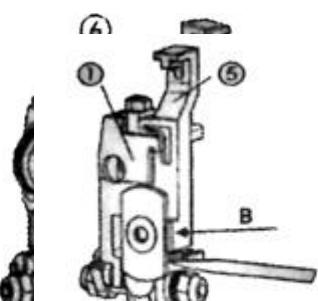
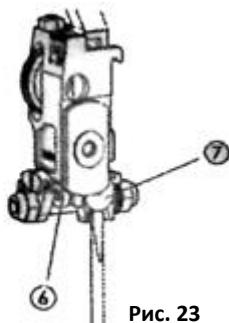

Рис. 21
Рис. 23
- Поворот или замена плоского ножа (Рис.21)
- ослабить крепежный винт (9).
- поверните нож для смены используемого края (8) и затяните крепежные винты (9).
- Замена дискового лезвия (Рис.21)
- ослабьте винт (6), затем снимите дисковое лезвие (7)
- Регулировка дискового ножа. (Рис. 23)